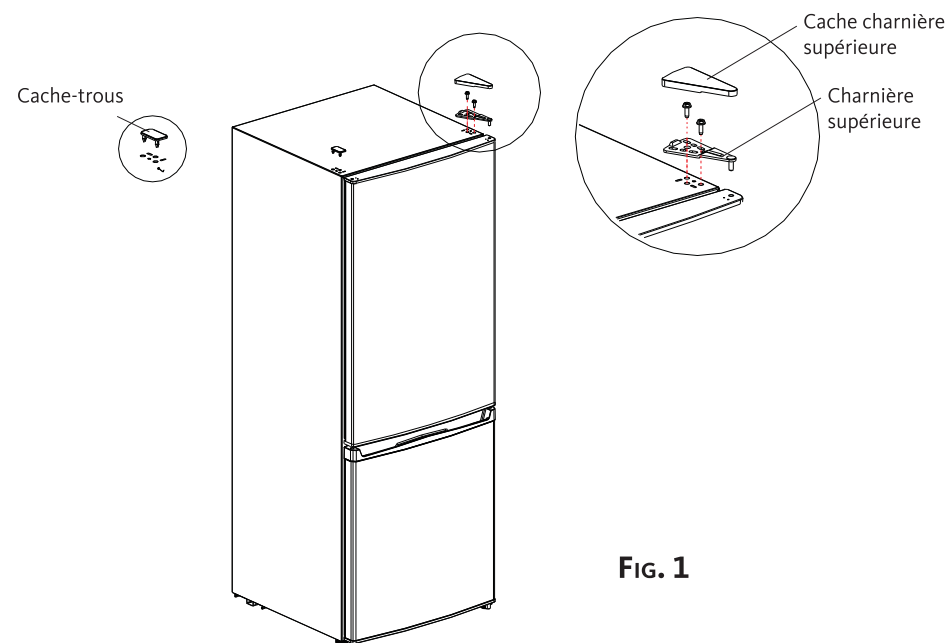

FIG. 1
1. Retirez le cache-charnière supérieure et le cache-trous. Tout en maintenant la porte du compartiment réfrigérateur plaquée contre l'appareil, dévissez la charnière supérieure (voir figure 1).